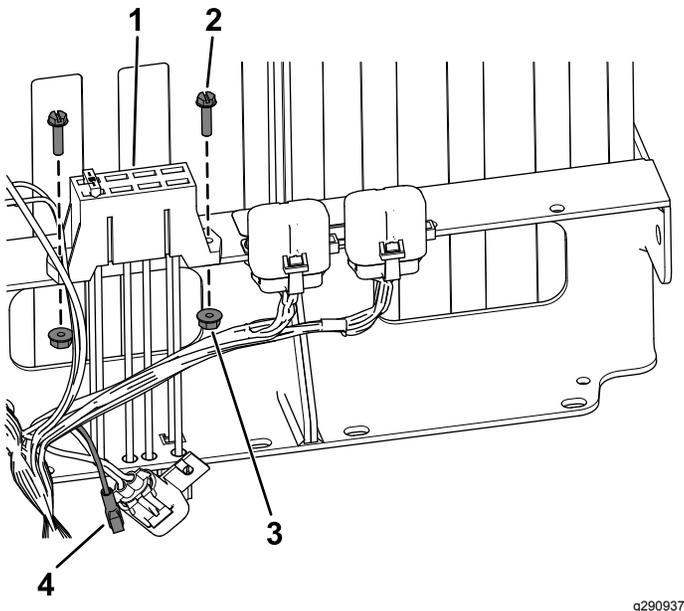

Figure 18
- **Modèles à partir du numéro de série 403448001** : fixez le nouveau porte-fusibles en place avec les 2 vis à tête hexagonale à embase (n° 10 x 3/4") et 2 écrous crantés (n° 10), comme montré à la Figure 18.
2. **Modèles à partir du numéro de série 403448001** : branchez le connecteur femelle du faisceau au nouveau porte-fusibles (Figure 18).